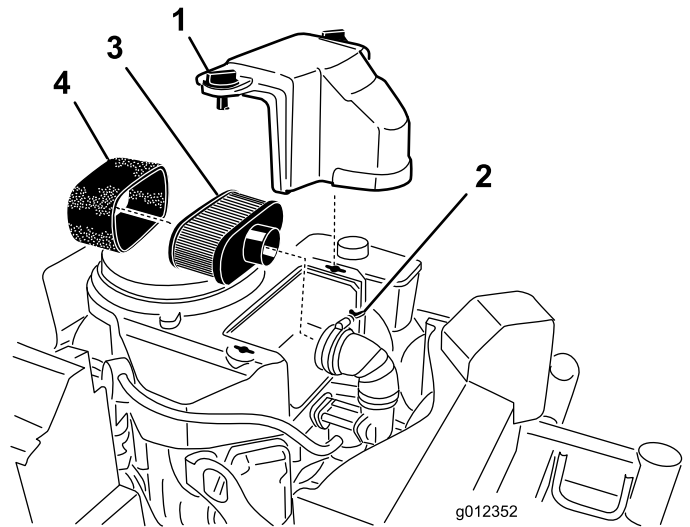

Figura 24
3. Limpie alrededor del limpiador de aire de forma que la suciedad no penetre en el motor y cause daños (Figura 24).
4. Desenrosque los pomos de la tapa y retire la tapa del limpiador de aire (Figura 24).
5. Desenrosque la abrazadera y retire el conjunto del limpiador de aire (Figura 24).
6. Retire cuidadosamente el filtro de gomaespuma del filtro de papel (Figura 24).
1. No limpie el filtro de papel. Cámbielo (Figura 24).
1. Deslice cuidadosamente el filtro de gomaespuma sobre el filtro de papel (Figura 24).
2. Coloque el conjunto del limpiador de aire sobre la base del limpiador de aire y fíjelo con 2 tuercas de orejeta (Figura 24).
3. Coloque en su posición la cubierta del limpiador de aire y apriete el pomo de la cubierta (Figura 24).